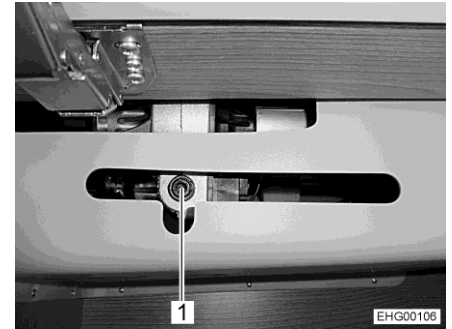
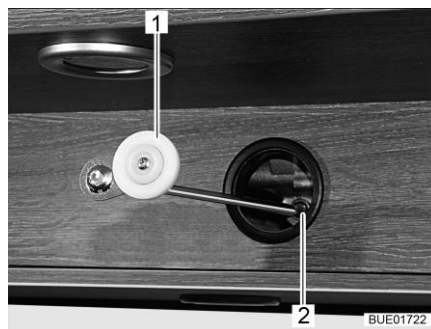

Bild 151 Åtkomst till drivenheten (bakre åtkomstöppning i väggskåpet)
Bild 152 Mekanisk betjäning, drev
- Om fästet (Bild 151,1) för drivningen finns monterat i väggskåpet: Öppna väggskåpet.
- Stick den medföljande veven (Bild 152,1) eller insexnyckeln i hållaren vid motorn (Bild 151,1 och Bild 152,2).